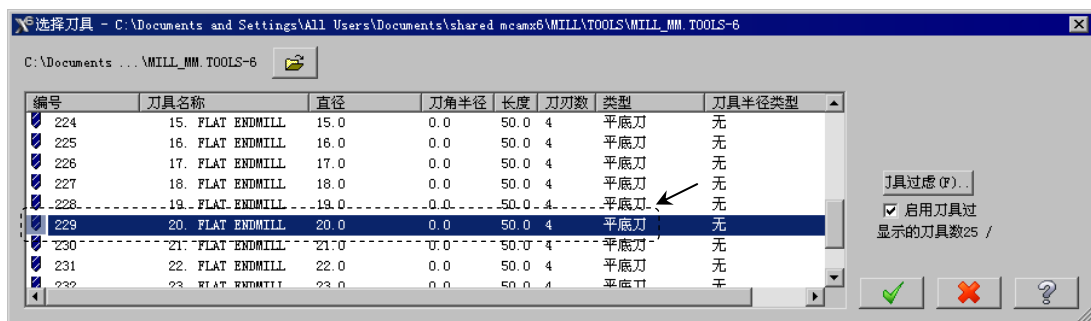

图 7.27 “选择刀具”对话框
Step4. 选择刀具。在“曲面精加工平行铣削”对话框中，单击 **选择刀具...** 按钮，系统弹出图 7.27 所示的“选择刀具”对话框，在该对话框中的列表框中选择图 7.27 所示的刀具。单击 **✓** 按钮，关闭“选择刀具”对话框，系统返回至“曲面精加工平行铣削”对话框。